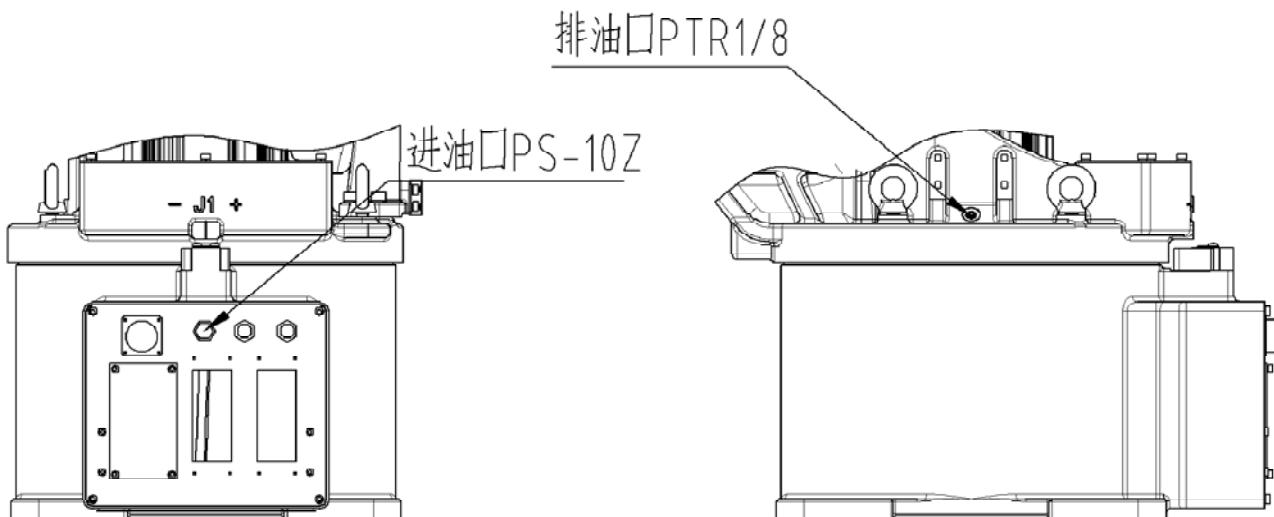

图 11 J1 轴减速机局部结构
##### (1) 油脂补充步骤（参考图 11）
- ③ 安装排油口堵塞前，运动 J1 轴几分钟，使多余的油脂从出油口排出；
④ 用布擦净从出油口排出的多余油脂，在出油口安装堵塞。
## (2) 油脂更换步骤（参考图 11 ）